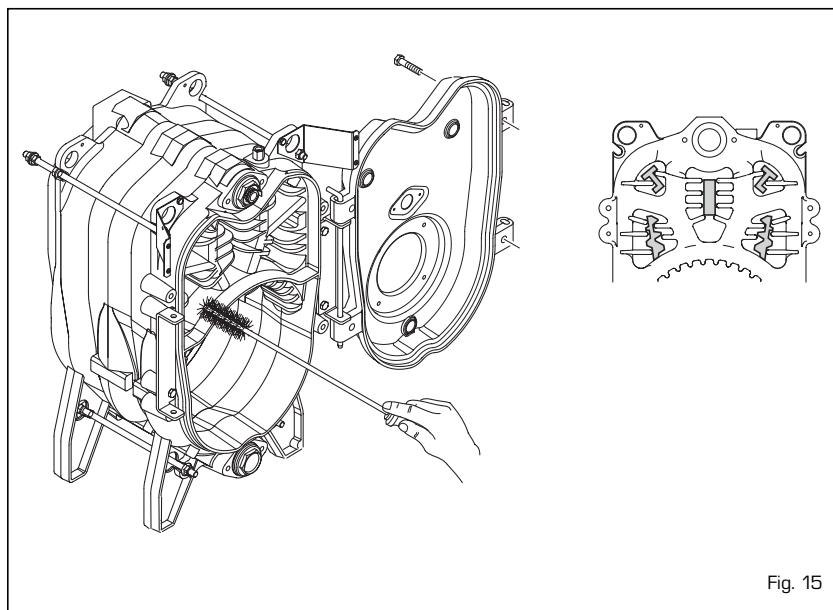

Fig. 15
4.7.1 Pulizia passaggi fumo (fig. 15)
Per la pulizia dei passaggi fumo del corpo caldaia utilizzare un apposito scovolo. A manutenzione avvenuta posizionare i turbolatori nella posizione iniziale [fig. 15].